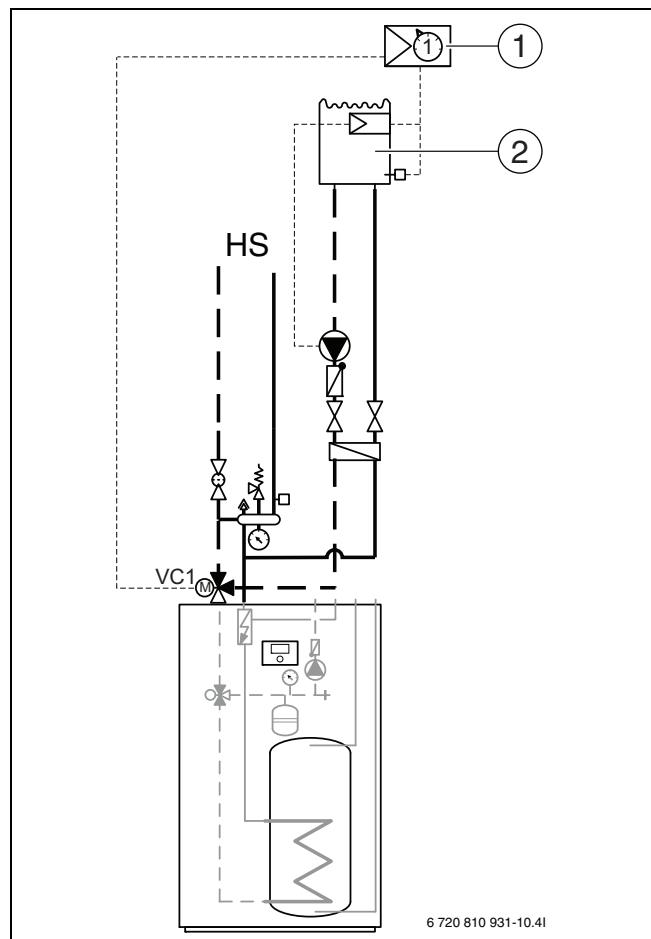

Fig. 41 Eksempelvisning for basseng-installasjon
- ▶ Monter basseng-shuntventilen i returledningen til den innvendige enheten (→ [VC1] fig. 41).